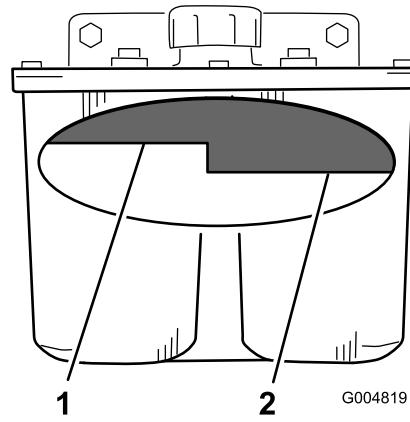

Figura 70
2. Pulite intorno al collo del bocchettone del serbatoio idraulico (Figura 70).
3. Togliete il tappo dal collo del bocchettone. Guardate all'interno per verificare se il serbatoio contiene del fluido (Figura 70).